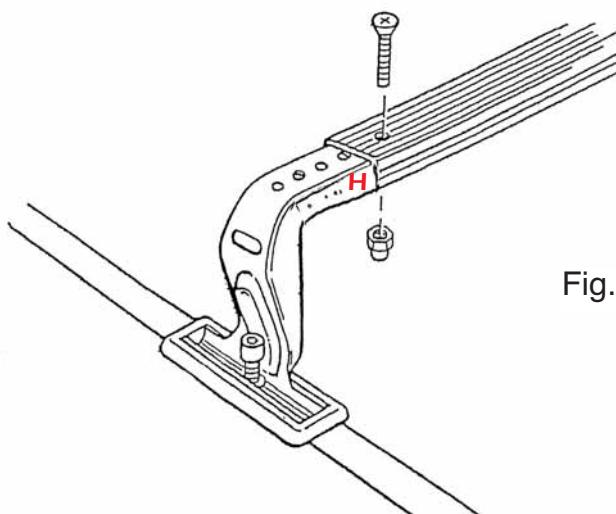

Fig.3
① Inserire le staffe nella barra "BASE". Inserire la vite facendo in modo che la parte terminale della barra coincida con la lettera indicata nella Tabella di adattabilità. (Esempio nel disegno lettera H).
② Insert the stirrups in the "base" bar. Insert the screw so that the terminal part of the bar coincides with the letter shown on the Adaptability list (ex. in the drawing the letter shown is H).
③ Insérer les étriers sur la barre "base". Insérer la vis ainsi que la partie terminale de la barre coincide avec la lettre indiquée sur la liste d'affectation (ex.: dans le dessin la lettre indiquée est H).
④ Setzen Sie die Bügel in die Montage-Stange ein. Platzieren Sie die Schrauben und ziehen Sie die Stange mit dem Bügel an, sobald der Buchstabe, der auf dem Bügel erscheint, übereinstimmt mit dem auf der Liste zur Anpassung. Beispiel: Bei der danach folgenden Zeichnung erscheint der Buchstabe ist H.
⑤ Poner las abrazaderas en la barra "base". Poner los tornillos y hacerlo de manera que la parte terminal de la barra corresponda con la letra indicada en la lista de adaptabilidad. (por ejemplo: en el dibujo la letra es H).
⑥ Indsæt adapterkittet i lastholderstængerne. Monter skruerne og fastspænd lastholderstængerne til lastholderkittet når bogstavet som er vist på lastholderkittet er sammenfaldende med det som er vist i den medfølgende kompatibilitets liste. For eksempel: i den nedenstående tegning er det viste bogstav H.
① Posizionare i piedini di gomma **B** e le staffe **C** con le barre in corrispondenza del foro filettato delle piastrine **A** ed imboccare la vite a brugola **D** con le 2 rondelle (vedi fig.3).
② Place rubber feet **B** and stirrups **C** with bars corresponding to the threaded hole of plate **A** and fit the Allen screw **D** with the 2 washers (drawing 3).
③ Positionnez les petits pieds en caoutchouc **B** et les étriers **C** avec le barres en correspondance du trou taraudé de la plaque **A** et faire entrer la vis alène **D** avec les deux rondelles (dessin 3).
④ Platzieren Sie die Gummifüsse **B** und die Bügel **C** an den Stangen, so daß sie dem Gewindeloch der Platte **A** entsprechen und passen Sie die Inbusschraube **D** den 2 Unterlegscheiben an (Zeichnung 3).
⑤ Coloque los pies de goma (caucho) **B** y los estribos con las barras correspondientes al agujero de roscado de la placa **A** j inserte el tornillo allen **D** con las 2 arandelas (dibujo3).
⑥ Placer gummifødder **B** og monteringsbøjle **C** så de passer i gevindhullet på metalplade **A** og monter unbracoskruen sammen med de 2 spændeskiver (se tegning 3).